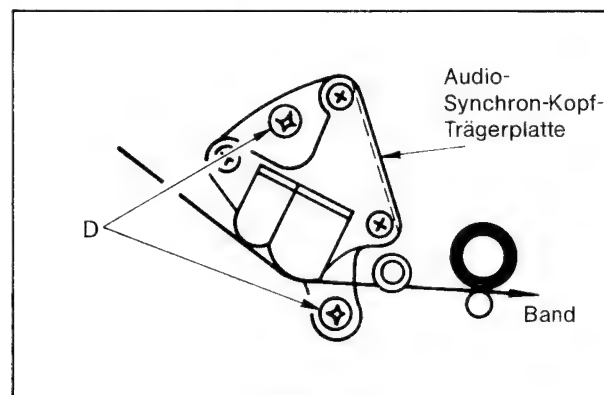

Bild 3-14
5. Die beiden Schrauben „D“ (Bild 3-14) der Audio-Synchronkopf-Trägerplatte lösen und den Kopf mit Trägerplatte leicht solange in Bandlaufrichtung bewegen, bis der Rauschbalken am unteren Bildrand verschwindet.